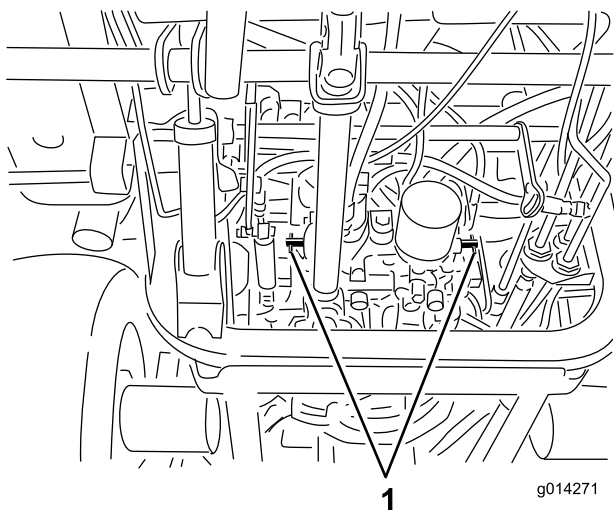

Рисунок 19
4. Поверните каждый перепускной клапан на 1 оборот против часовой стрелки (Рисунок 19).
Поверните каждый перепускной клапан на 1 оборот по часовой стрелке и от руки затяните их (с моментом примерно 8 Н·м) (Рисунок 19).